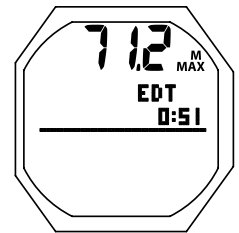

Fig. 90 - PANTALLA ALT. 1
**Pantalla alternativa 1 de VGM** - Ésta es la información mostrada (Fig. 90):